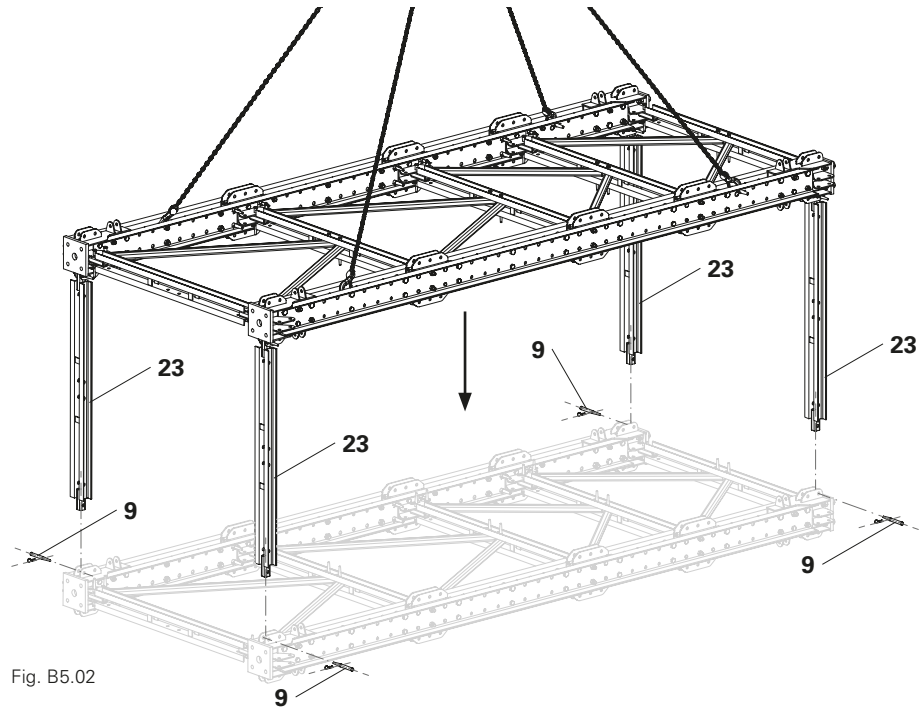
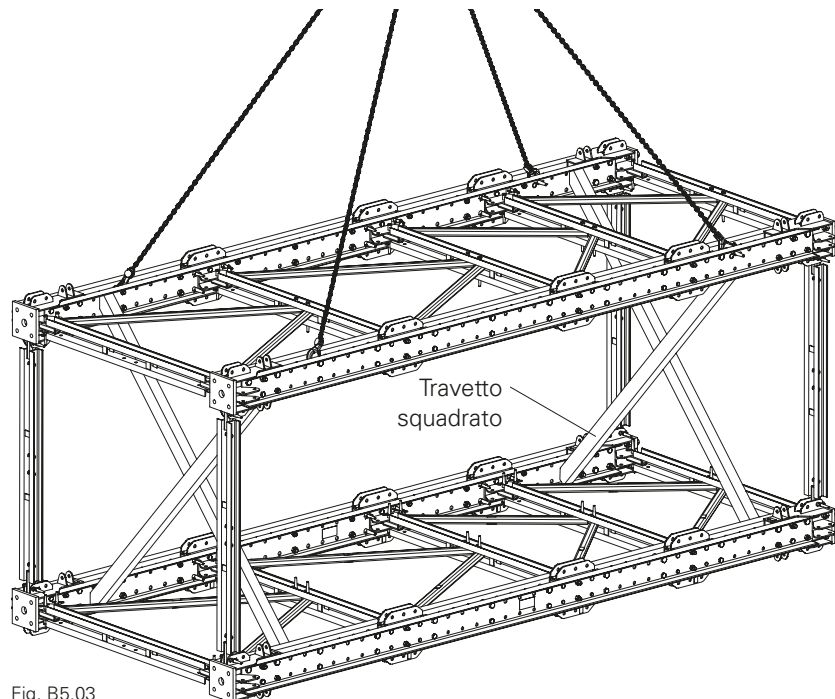

Fig. B5.02
Fig. B5.03
2. Abbassare il modulo con la gru fino a quando non si possono montare i perni inferiori Ø 21 mm (9).
- (Fig. B5.02)
3. Avvitare i correnti orizzontali VST 200 (23) al modulo inferiore con 1 perno da Ø 21 mm (9) ciascuno.
- (Fig. B5.03)